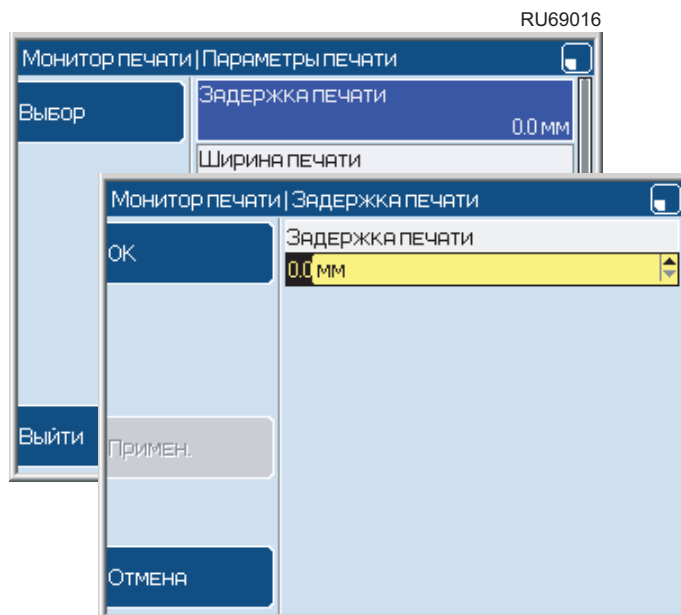

Рис. 1-6. Выбор элемента страницы
- Для выбора опции нажмите клавишу **Выбор**. Если вы выбрали опцию **Задержка печати** на Рис. 1-6, будет показана страница **Задержка печати**:
Для ввода или изменения информации в принтере используются страницы для ввода оператором. Например, страница **Задержка печати**, показанная на Рис. 1-6.